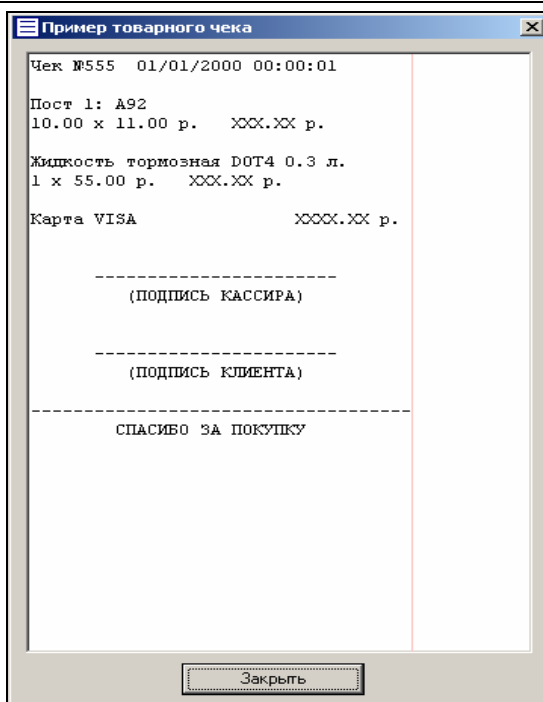

Рисунок 17
- Кнопка *“Просмотр”* – показывает, как на чековой ленте будет печататься товарный чек с замененными тегами (рисунок 17).